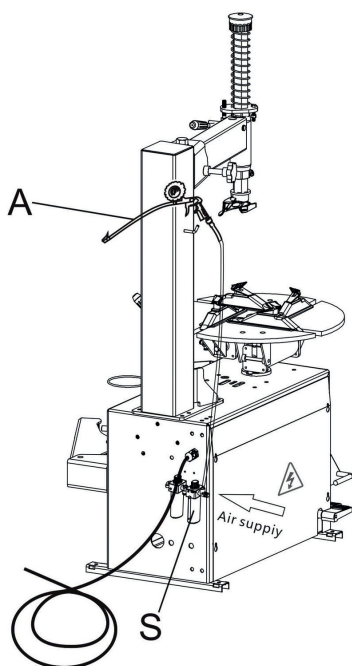

Bild 8
- Luftanschluss: Verbinden Sie die Aufblaspistole A mit der Kupplung die sich am Luftfilter S befindet. Hängen Sie die Pistole an den Haken am Pfosten (siehe Bild 8); Verbinden Sie die Druckluftzufuhr mit der Kupplung die sich zwischen dem Öler und der Luftfilter befindet (Bild 8).